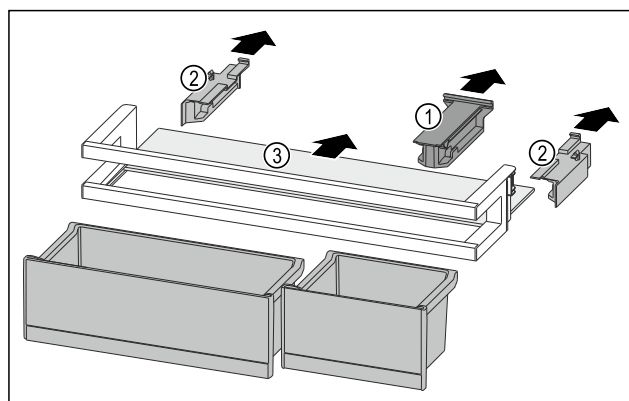

Fig. 241
- Noņemiet atbalsta daļu Fig. 241 (1).
- Noņemiet sānu daļas Fig. 241 (2).
- Izņemiet plauktu Fig. 241 (3).